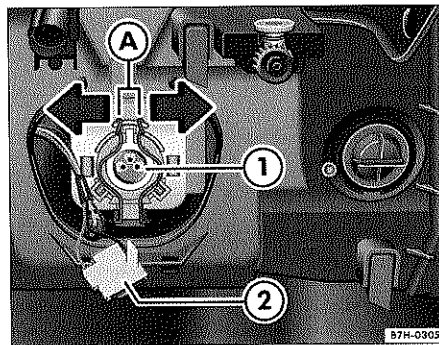

Fig. 34 Faro derecho, visto desde el vano motor: cambio de la lámpara de las luces de cruce y de carretera
1. Extraiga el conector ⇒ fig. 34 ② del portalámparas ①.
2. Presione hacia los lados (flechas) los dos ganchos pequeños (A).
3. Extraiga el portalámparas ① del faro.
5. Monte el portalámparas ① en el faro.
6. Enganche los dos alambres pequeños (A) en los alojamientos. Compruebe que han encajado correctamente tirando de ellos con suavidad.
7. Acople el conector ② al portalámparas.